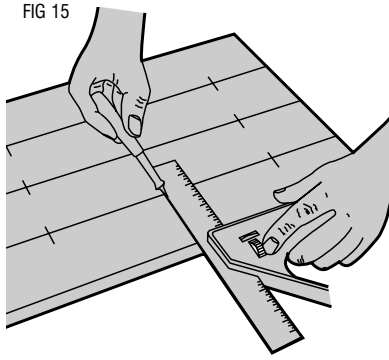

FIG 16
1. EDGE TO EDGE JOINTS (See Figure 16)